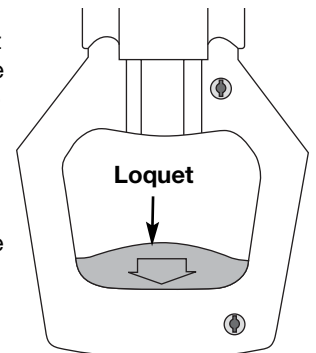

Fig. 3
1. Si la poignée d'enclenchement est en position RELEVÉE (UP) position, saisissez le loquet rouge (Fig. 3) sur la poignée d'enclenchement et pressez jusqu'à ce que le mécanisme de verrouillage intérieur soit libéré.
1. Si la poignée d'enclenchement est en position ABAISSÉE, saisissez le loquet rouge (Fig. 3) sur la poignée d'enclenchement et pressez jusqu'à ce que le mécanisme de verrouillage intérieur soit libéré.